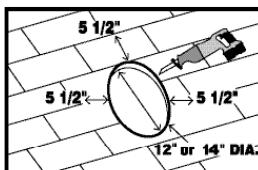

Figure 1 • Figura 1
**Measure and Cut...** Choose location on the roof, approximately 16" from the ridge line and centered between two rafters. Cut a 12" or 14" diameter hole, depending on the size of the turbine unit, through shingles and sheathing boards using the template (located on the carton). Mark on the roof 5 1/2" up from the top and 5 1/2" to the left and right of the 12" or 14" cut-out. **Figure 1**
**Mesurez et coupez...** Choisissez un emplacement sur le toit, environ 40,64 cm (16 po) à partir de la ligne de faîte et centré entre deux chevrons. En vous servant du gabarit (situé sur l'emballage du produit), pratiquez une ouverture de 30,48 cm ou 35,56 cm (12 po ou 14 po) de diamètre, selon la grosseur de la turbine, en coupant à travers les bardeaux et le plateau. Faites une marque sur le toit à 13,97 cm (5,5 po) à partir du haut et à 13,97 cm (5,5 po) à la gauche et à la droite de l'ouverture de 30,48 cm ou 35,56 cm (12 po ou 14 po). **Figure 1**